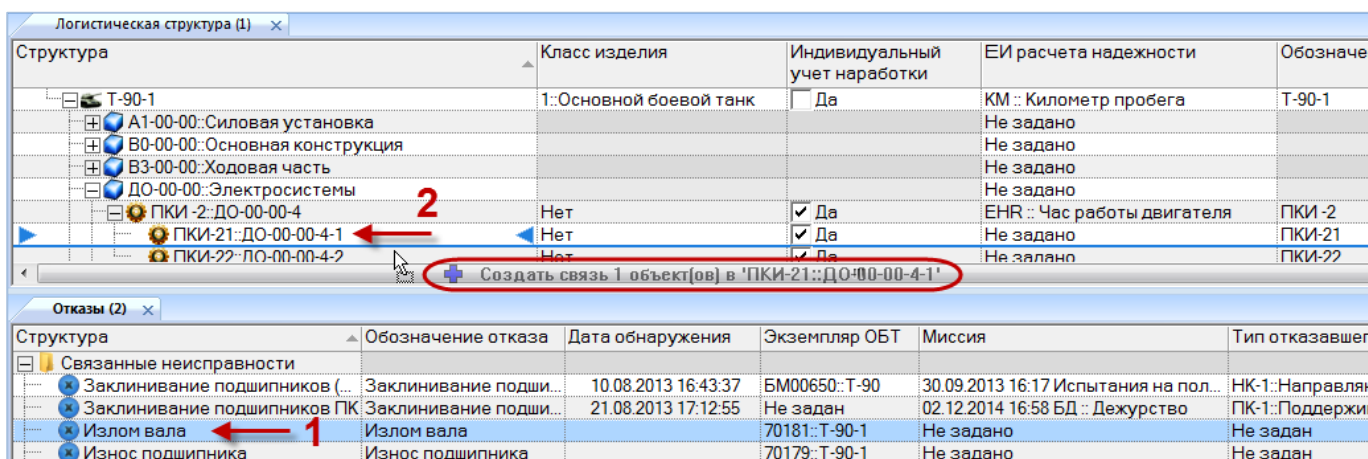

Рис. 26-36 – Переместить неисправность на компонент
3) Выбрать неисправность в окне связанных объектов «Неисправности» для выбранного компонента. (1 на рис. 26-36).
4) Переместить с помощью мыши неисправность в рабочее окно «Логистическая структура» на другой компонент – появится подсказка вида «+ Создать связь X объект(ов) в ...» (2 на рис. 26-36). Отпустить кнопку мыши.